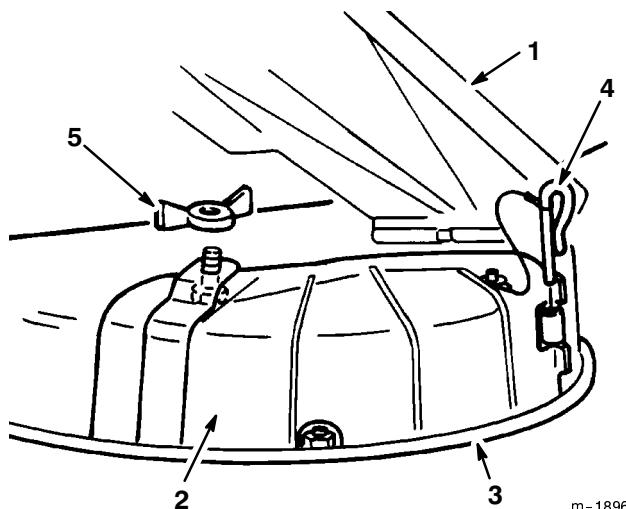

Figure 12
2. Soulevez le déflecteur d'herbe et posez l'obturateur d'éjection sur l'ouverture du bord inférieur du carter de tondeuse, avant de l'insérer dans la charnière avant (Fig. 12).
3. Insérez la goupille d'articulation dans la charnière (Fig. 12).
4. Fixez l'obturateur d'éjection à la tondeuse à l'aide de l'écrou papillon (Fig. 12).